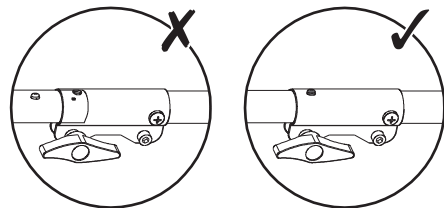

Fig. 2
3. S'assurer que la goupille (15a) se positionne correctement (Fig. 2).